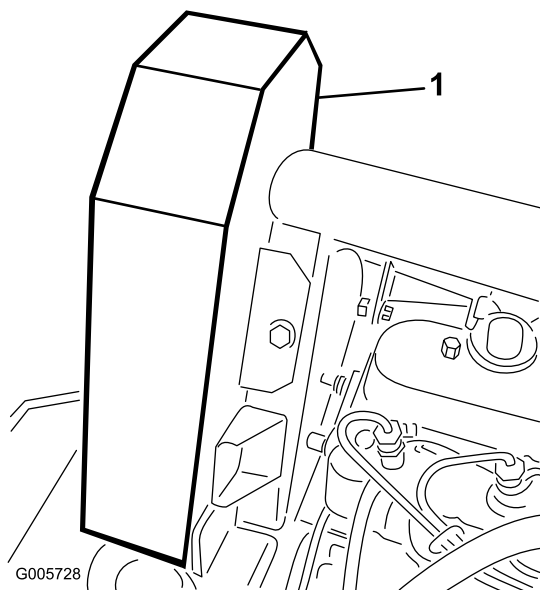

Figura 64
2. Retire os parafusos de capa (5) que fixam o resguardo da correia da ventoinha e retire o resguardo (Figura 64).
5. Instale o resguardo da correia da ventoinha e fixe-o com parafusos (Figura 64). Feche e bloqueie o capot.
4. Instale o resguardo da correia da ventoinha e fixe-o com parafusos (Figura 64). Feche e bloqueie o capot.